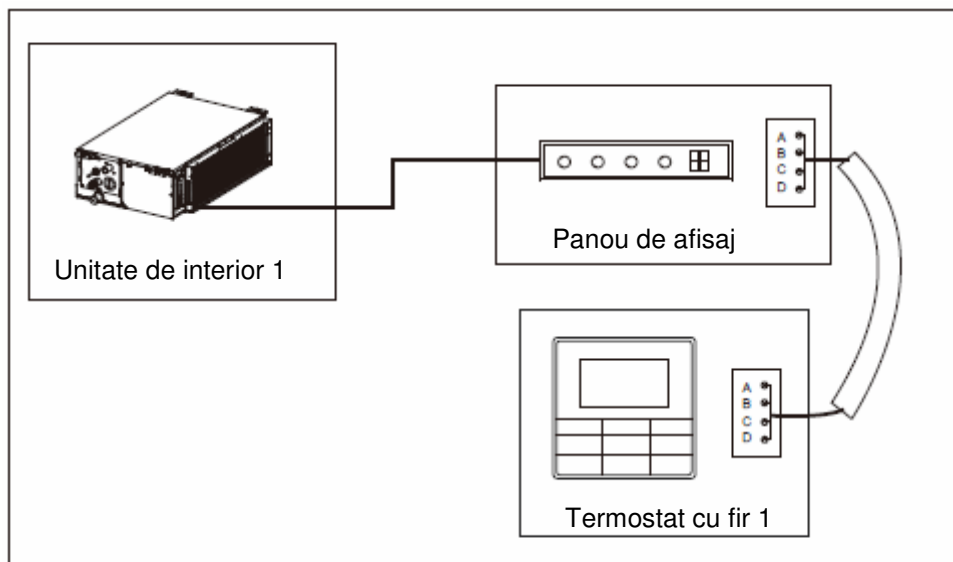

Figura 7.9
- Utilizati un termostat cu fir pentru a comanda 1 unitate de interior (a se vedea Figura 7.9).